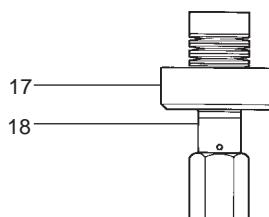

Рис. 13
- Снимите гайки крепления стоек (3) и гайку (4). Используя маховик, полностью втяните вал привода.
- Опустите гайку (5) приблизительно на два диаметра вала.
- Установите нижнюю пластину, предотвращающую вращение (6) на вал клапана.
- Накрутите гайку (4) на вал клапана до контрящей гайки или пока она не остановится (что раньше).
- Установите и затяните гайки (3).
- Используя маховик, опускайте вал привода до тех пор пока не останется видно 2мм дисковой пружины (7).
- Накрутите стопор (2) на вал привода рукой, а затем законтрите винтом в нижней части. Законтрите гайку (5). Важно, чтобы после затяжки стопора (2) диск клапана был прижат к седлу и нижняя кольцевая риска находилась на 1мм ниже стопора (См.рис.13).